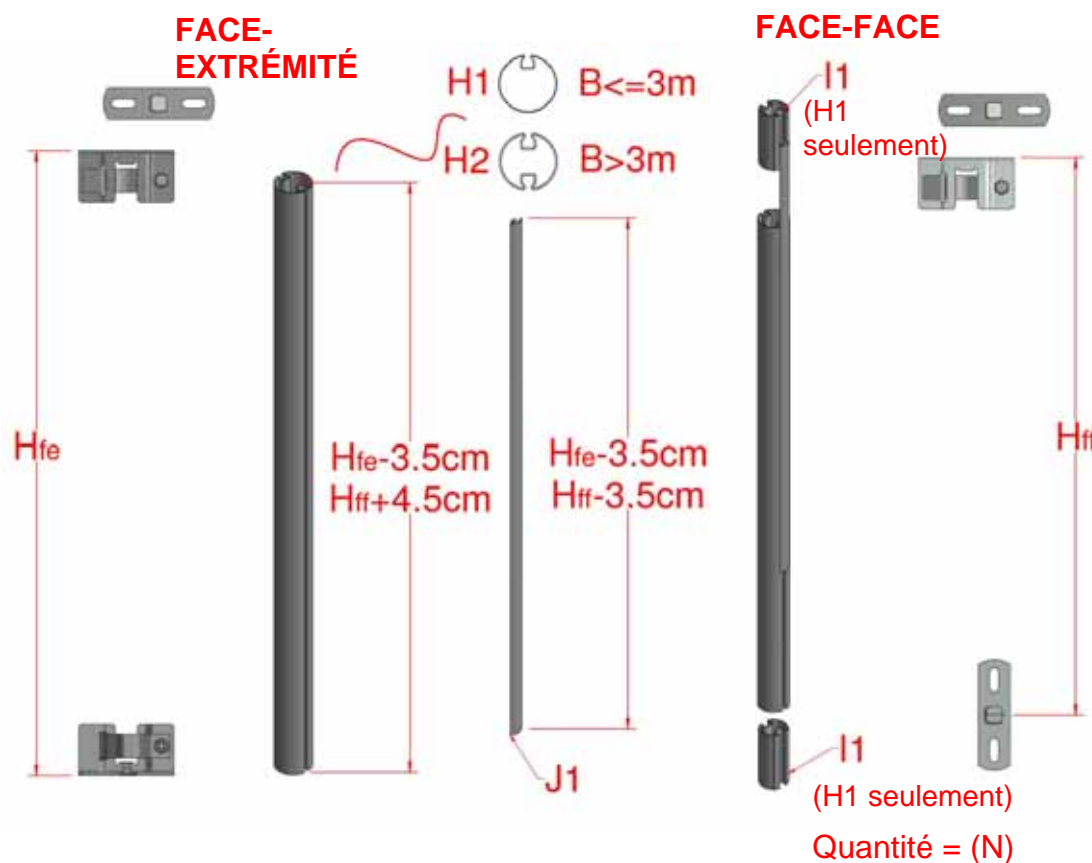

Figure 6 : montage du tube de commande interne
- 2.6 Couper les tubes de commande (H1) à la longueur prescrite en suivant les indications de la Figure 6. Enfiler l'insert de protection (J1) dans la cannelure du tube et placer les colliers de renfort (I1) dans les extrémités du tube de commande (tubes à cannelure unique seulement). La quantité de tubes de commande internes à préparer est égale au nombre de travées du système N plus un, (c-à-d. quantité = N+1).